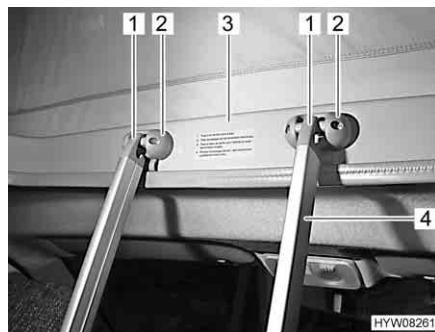

Fig. 53 Scaletta di accesso
Per accedere al letto sul tetto a soffietto utilizzare sempre la scaletta di accesso (Fig. 53,4) montata di serie.
- Agganciare la scaletta con i due archetti (Fig. 53,1) nelle graffe (Fig. 53,2) del telaio (Fig. 53,3) del tetto a soffietto.